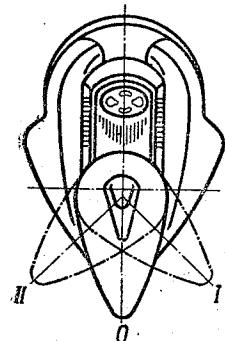

Рис. 4. Центральный переключатель
2. Ключ вставлен до отказа (положение 0, рис. 4), центральный переключатель в среднем положении, горят контрольные лампы 2 и 10 — включены зажигание, звуковой сигнал, сигнал торможения, указатели поворотов.
во (положение I, рис. 4) — включено зажигание, звуковой сигнал, сигнал торможения и указатели поворотов; горят — лампа заднего фонаря мотоцикла, лампы заднего и переднего фонарей коляски, лампа освещения спидометра и лампа стояночного света (езды ночью по освещенным дорогам).
4. Ключ вставлен до отказа и повернут влево (положение II, рис. 4) — включено зажигание, звуковой сигнал, сигнал торможения и указатели поворотов; горят — лампа заднего фонаря мотоцикла, лампа переднего и заднего фонарей коляски, лампа освещения спидометра в фаре и нить ближнего или дальнего света большой лампы фары (езды по плохо освещенным дорогам);